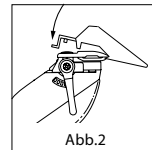

Abb.2
- Die Scherführung befestigen, indem Sie sie mit den Zähnen nach oben halten und auf dem unteren Teil des Scherkopfes einrasten lassen (Abb. 2).